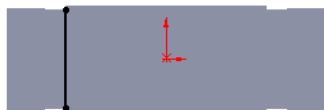
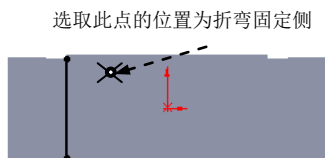

图 11.3.14 绘制的折弯线
图 11.3.15 固定侧的位置
② 定义折弯线草图。在草图环境中绘制图 11.3.14 所示的折弯线。
③ 选择下拉菜单 **插入(I)** → **退出草图** 命令, 退出草图环境, 此时系统弹出“绘制的折弯”对话框。
(3) 定义折弯固定侧。在图 11.3.15 所示的位置处单击, 确定折弯固定侧。
(4) 定义钣金参数属性。在 **折弯参数(P)** 区域的  文本框中输入折弯角度值 90.0, 在 **折弯位置:** 区域中单击“折弯在外”按钮 。
(5) 单击  按钮, 完成绘制的折弯 1 的创建。